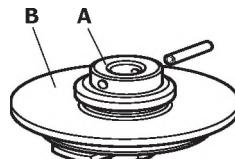

Рис. 6
- (См. Рис. 6) Поршень (A) работает как пилотный клапан.